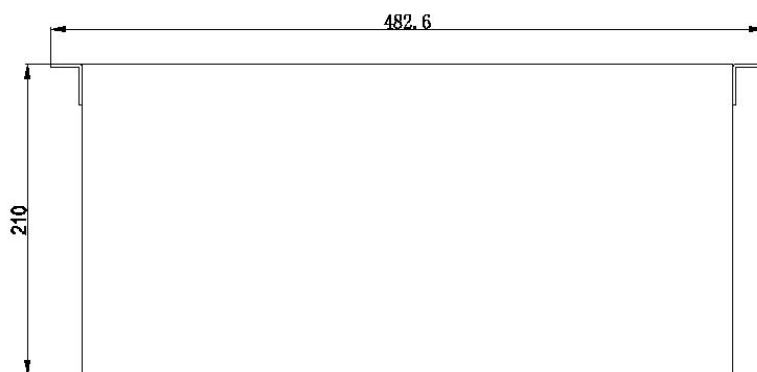
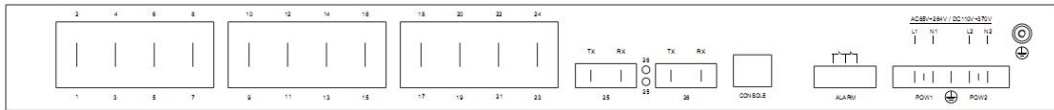

图 2-6 KLM5324 和 KLM5326-2AS/AM 上盖板示意图
图 2-10 KLM5326-2AS/AM（24 个百兆电口 2 个百兆光口）后面板示意图
1. KLM5324、KLM5324-4/8S/M 和 KLM5326-2S/M 安装尺寸如图 2-6 至图 2-10 所示。
如图 2-10 所示为 KLM5326-2AS/AM（24 个百兆电口 2 个百兆光口）后面板示意图。